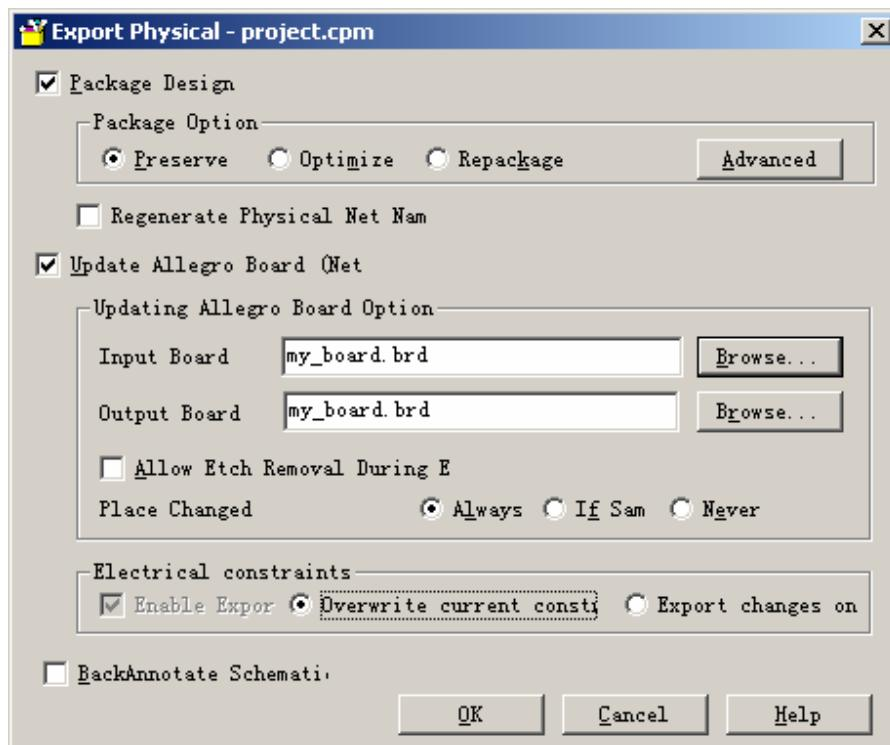

图 7-3 【Export Physical】对话框设置
- (1) 更改【Overshoot】栏【Max】值为“5200:-600”。
- (2) 删除【Noise Margin】栏【Min】值。
15. 在【Electrical Constraints】栏选择【Overwrite current constraints】选项, 请见图 7-3。